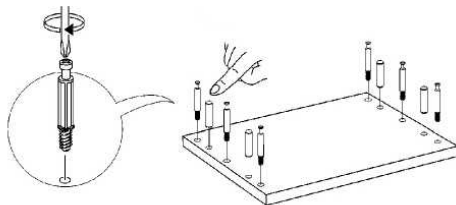

Рис. 3 - Установка шкантов и штоков эксцентриков
2.1 Ввинтите в боковые стенки (3,4), в перегородку (6) штоки эксцентриков, а также вставьте шканты. (Рис.3).